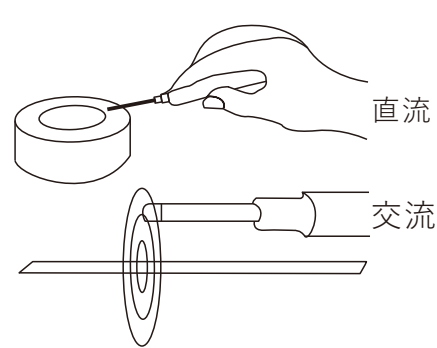

图 1-1
2.手持传感器测量磁场的图示及说明如图1-1所示，用传感器前端霍尔元件端头2.3mm位置轻接触被测磁铁的表面或所测空间磁场位置。(注:测量时探头没有刻度的一面贴着 被测物，金属探头则是无圆点的一面贴着被测物)